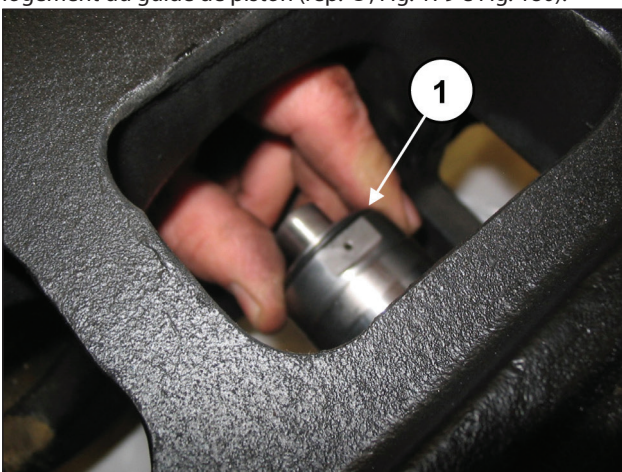
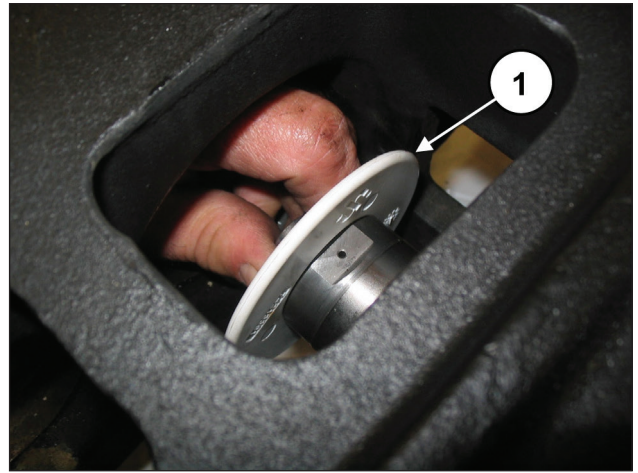

Fig. 179
Fig. 180
Placez le pare-éclaboussures avec joint torique dans le logement du guide de piston (rep. ①, Fig. 179 e Fig. 180).